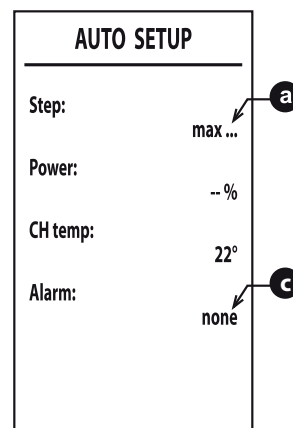

fig. 60 -
6. Dopo l'accensione, il bruciatore si posiziona alle varie potenze (max, med, min) indicate dal punto **a** ("fig. 60 -").
8. Qualora la sequenza di accensione descritta al punto "6" non sia andata a buon fine, compare la scritta max_err al punto **a** e un codice di errore al punto **c** ("fig. 60 -").